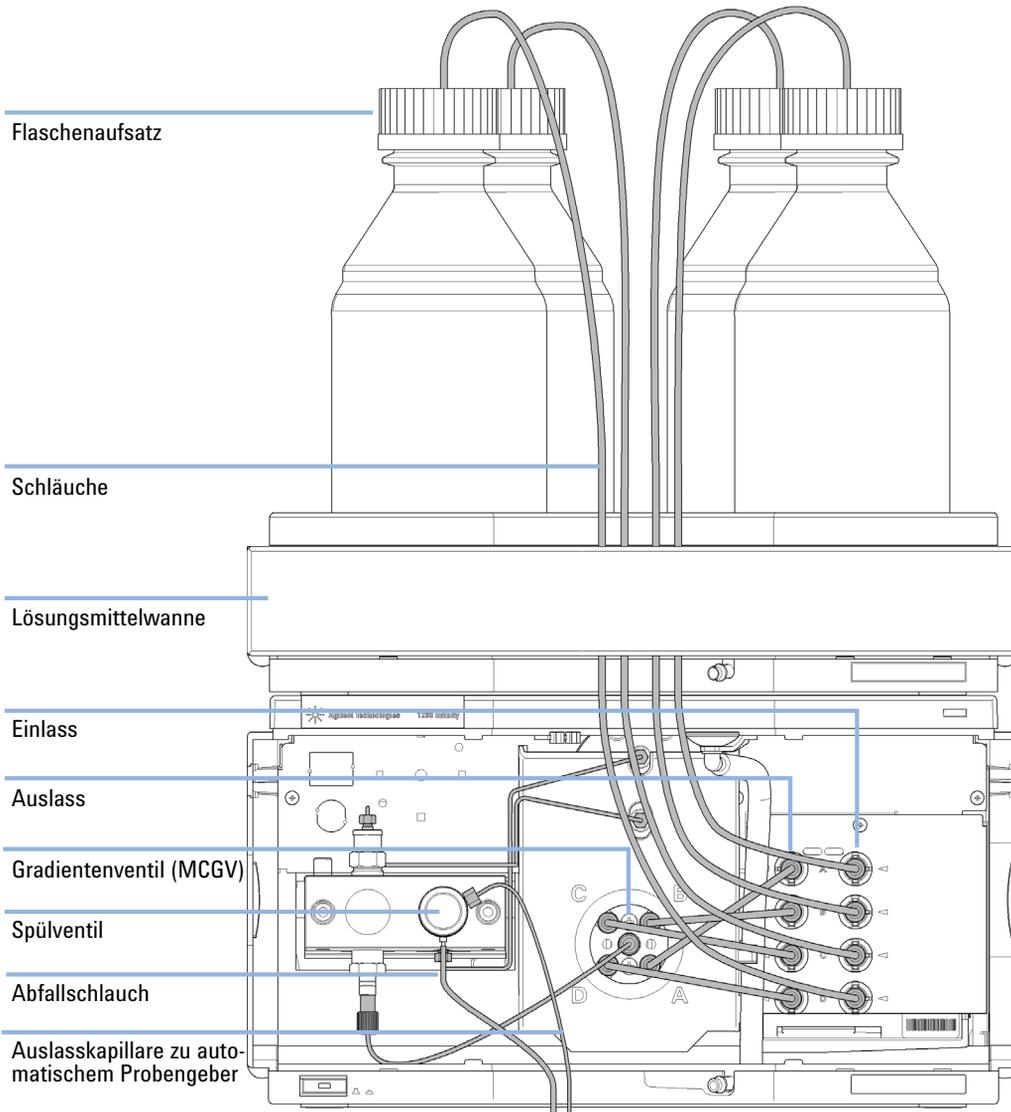

Abbildung 10 Flüssigkeitsanschlüsse der quaternären Pumpe
- 4 Schließen Sie die Einlassschläuche von den Flaschenaufsätzen an den Einlassanschlüssen A bis D rechts vom Vakuumentgaser an, siehe Abbildung 10 auf Seite 47. Fixieren Sie die Leitungen an den Klammern der Pumpe.